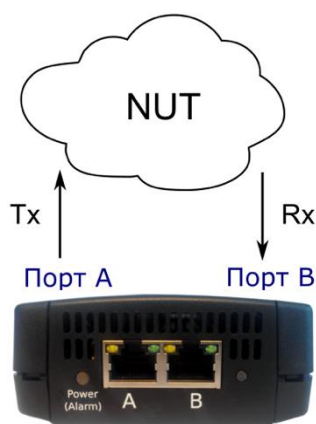

Рисунок 10.1. Подключение прибора для проведения измерений в одном направлении. Вариант 1
1. Оба порта прибора подключаются к сети и проводятся измерения с порта А (В) на порт В (А) (рис. 10.1). Порты могут подключаться как к одному и тому же коммутатору или маршрутизатору, так и к разным.